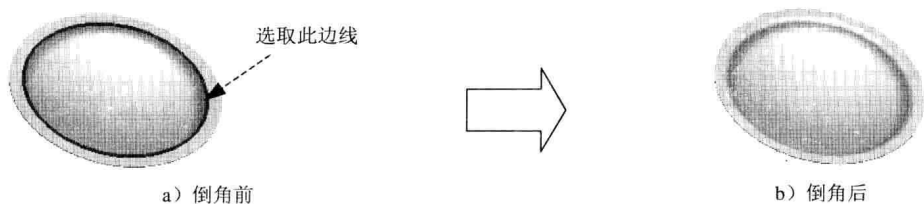

图 1.13 创建圆角特征 2
Step4. 创建图 1.13 所示的圆角特征 2，圆角半径值为 6.0。